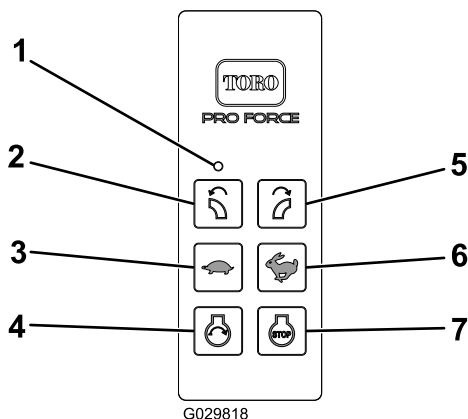

Figura 13
4. O botão de arranque do motor só tem energia após pressionar o botão Start (ligar) enquanto a condição de Permitir Arranque do Motor está ativa. A condição de Permitir Arranque do Motor só fica ativa quando efetuar a seguinte sequência para permitir ligar o motor (Figura 13):